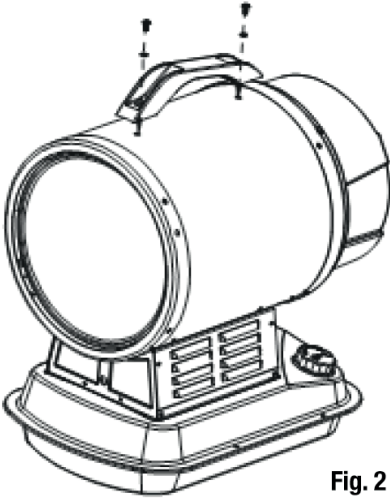

Fig. 2
- Fest håndtaket ved å sette hullene i håndtaket på linje med hullene i det øvre dekselet på varmeren (fig. 2).